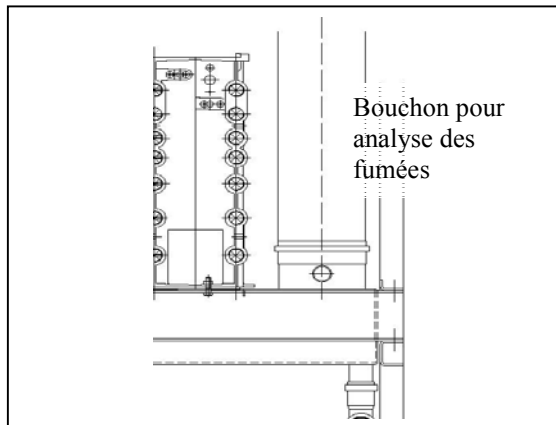

Figure 11 Position bouchon pour l'analyse des fumées
- 1 Retirer le bouchon pour l'analyse des fumées (voir figure11)